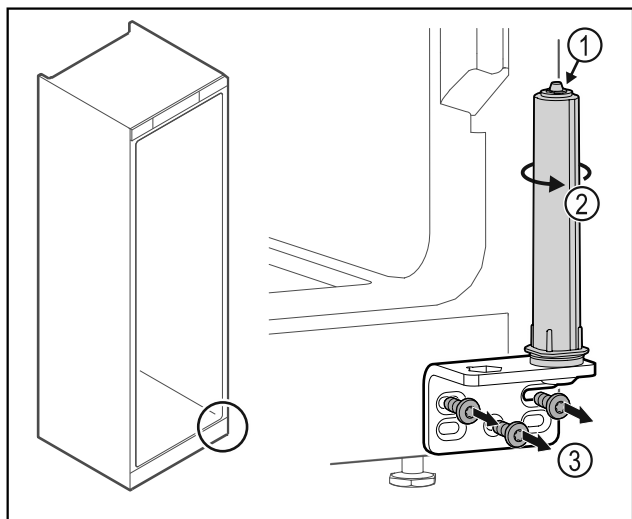

Fig. 46
- Du må ikke adskille dørlukkesystemet Fig. 46 (1).
- Drej lukkesystemet Fig. 46 (2), indtil det klikker.
- Skru hængselvinklen Fig. 46 (3) af.